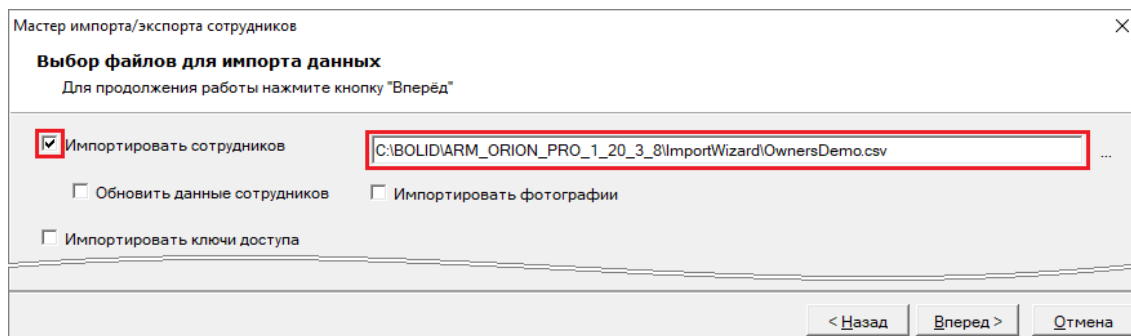

Рисунок 14-57 Выбор импорта персонала и соответствующего файла
- 8) В шаге «Выбор файлов для импорта данных» (см. п. 14.4.1) выбрать импорт персонала (установкой флага напротив параметра «Импортировать сотрудников») и выбрать для импорта подготовленный файл импорта (см. Рисунок 14-57);